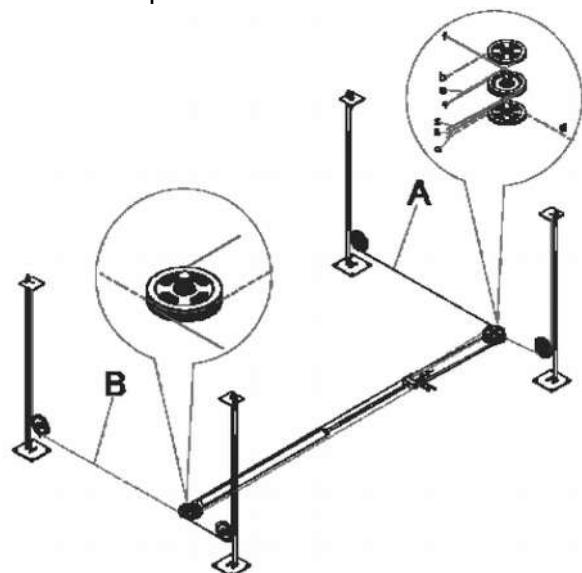

Рис.33
- 4- Разместите перекладину (рис. 32-5) на опорах и соедините ее с неподвижной платформой (рис. 32-8). Проверьте правильное расположение стальных тросов. Рис. 33.